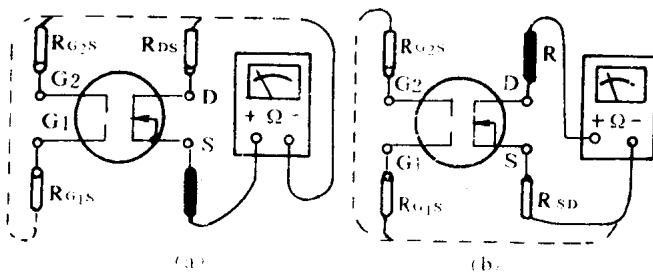

图 1.8 测量场效应管好坏
① 检测管子的好坏。将万用表置于 $R \times 10$ 或 $R \times 100$ 档, 如图 1.8 所示, 测量源极 S 和漏极 D 之间的电阻, 一般应在几十欧到几千欧之间, 视不同的管型而定。若大于正常值或为无穷大, 可能存在内部接触不良或内部断极。若接近于零, 则可能已被击穿。再将万用表置于 $R \times 10k$ 档, 测量栅极 G1 和 G2 之间、栅极与源极之间、栅极与漏极之间的电阻及 RG_{1G2} 、 RG_{1S} 、 RG_{2S} 、 RG_{1D} 、 RG_{2D} 等正常时, 这些阻值均为无穷大。若有异常, 则表明管子已损坏。不过当 G1 和 G2 内部断极时, 用电阻法、电压法均不能检测出来, 只能用代换法作判定。